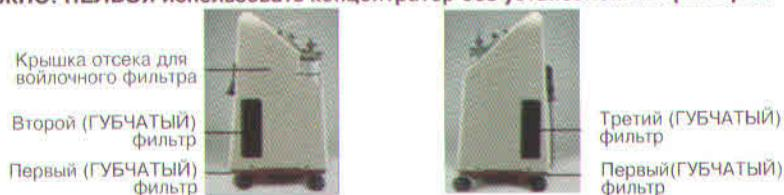

Рис. 3
2) Перед включением аппарата, проверьте входные губчатые и войлочный фильтры (на дне и боковых стенках аппарата), убедитесь в том, что они находятся на месте и не загрязнены, в случае если они загрязнены промойте их мыльной водой, просушите и поставьте обратно (см. Рис. 3).
Разборка / сборка фильтров: (см. Рис.3.)